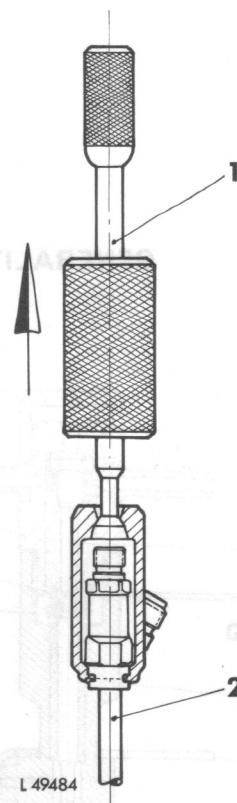

Fig. 2 — Extraction d'un injecteur à l'aide de l'outil spécial n° 19.58-90.276
4. Dévisser la vis à tête hexagonale de la culasse; dévisser à la main l'injecteur de la culasse. Si cela n'est pas possible, parce que des dépôts de calamine bloquent l'injecteur dans la culasse, utiliser l'extracteur spécial n° 19.58-90.276 (n° de commande BOSCH KDEP 1009) (voir fig. 2); dévisser alors l'écrou borgne 19 (fig. 1) du bouchon 14 de l'injecteur, et retirer le raccord de fuite 18 avec le joint en cuivre 17.